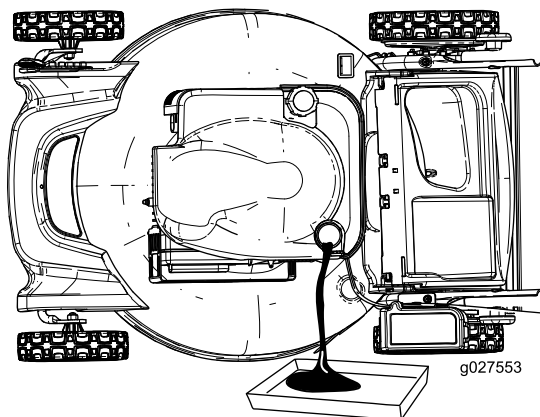

Figura 24
7. Deite máquina de lado, com o tubo de enchimento de óleo para baixo, para drenar o óleo usado através do tubo de enchimento de óleo para o recipiente de escoamento do óleo (Figura 24)